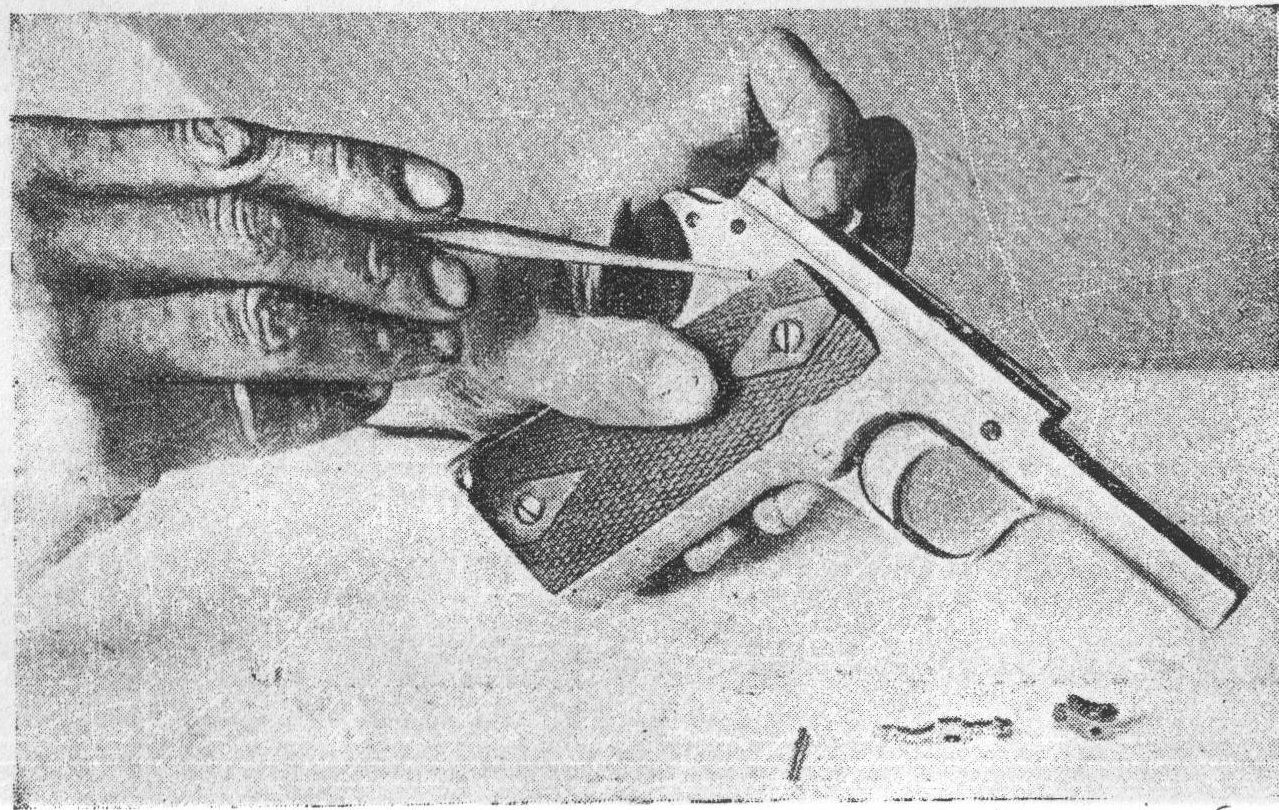

Рис. 20.
16. Вынуть спусковой рычаг с внутренним предохранителем. Вытолкнуть выколоткой с правой стороны остова пистолета ось спускового рычага (рис. 20).